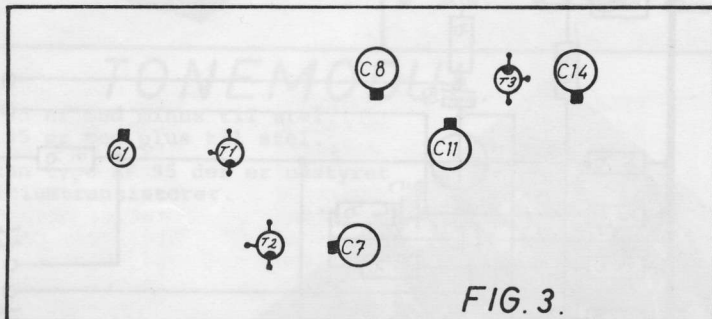

FIG. 3.
Fig. 2 viser komponentplaceringen på printet til type AF 95, medens der til LF 95 er indført de ændringer, som er vist på Fig.3.
4. Elektrolytkondensatorerne C1, C7, C8, C11 og C14 monteres således at den sorte firkant på Fig. 2 for type AF 95 og Fig. 3 for type LF 95 er minus, og passer med studsene på kondensatorerne.
5. Transistorerne T1, T2 og T3 monteres for AF 95 vedkommende efter Fig. 2, og for LF 95 efter Fig. 3.